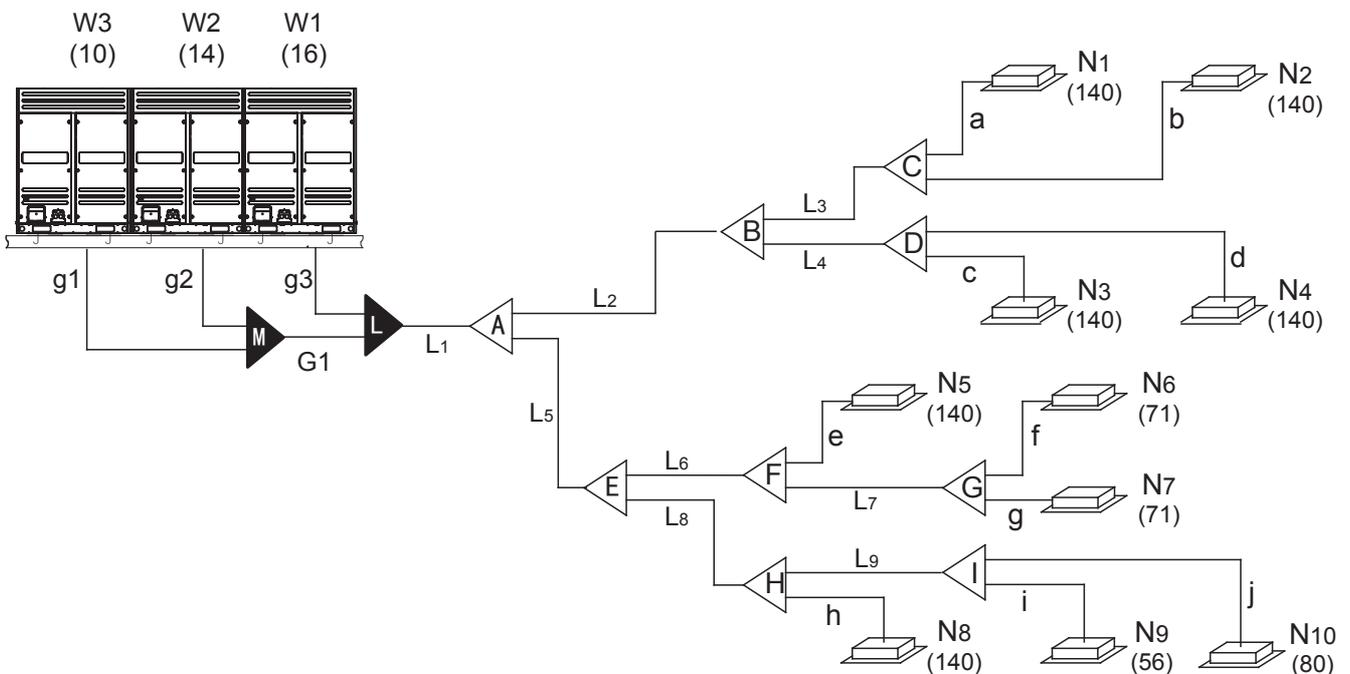

Fig.5-3
| Nombre de la tubería                       | Código (ver Fig. 5-3)        |
Ej.1: ver la Fig.5-3 ,si la capacidad total aguas abajo para L2 es  $140 \times 4 = 560$ , la tubería de gas L2 será Φ28.6 y la de líquido Φ15.9.
- Tomar la Fig.5-3 como ejemplo. Teniendo en cuenta que la tubería equivalente de todo el sistema es superior a 90m.